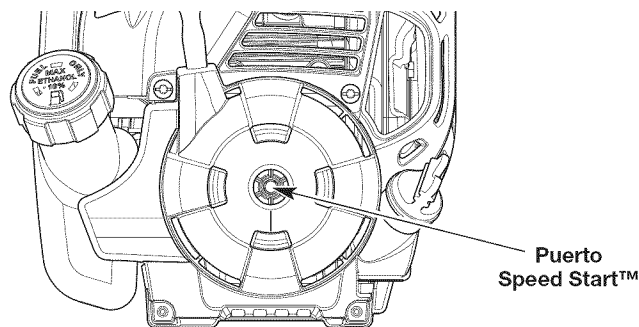

Fig. 13
6. Inserte el accesorio Speed Start™ en el puerto Speed Start™ (Fig. 13). Consulte la sección *Funcionamiento* del manual del operador del accesorio Speed Start™.